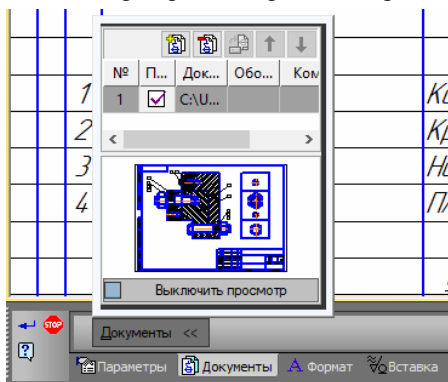

Рисунок 5 – Подключение чертежа к спецификации
- для автоматического заполнения строки открыть вкладку *Документы* на *Панели свойств* (Рисунок 5) и нажать кнопку *Добавить документ*;